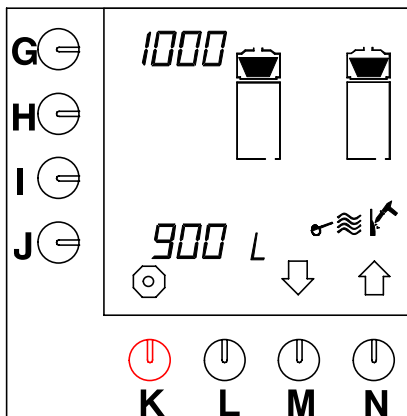

Fig. 39 Ontkalkingsmelding koffiezetstelsel
- Druk op selectietoets (M.)↓ tot fig. 39 in het display verschijnt.